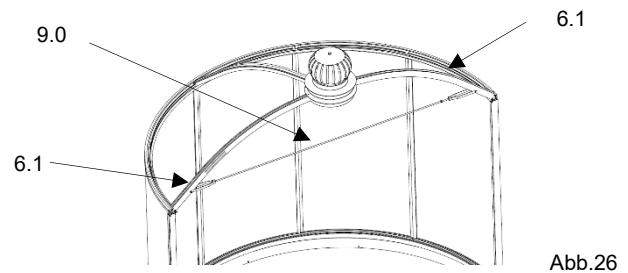

Abb.26
- die Zugstange (9.0) in den Bohrungen der beiden inneren Randsprossen (Dach) links/rechts (6.1) mit je 1x Sechskantschrauben M8x60 (D) und je 2x U-Scheiben mit je 1x Sechskantmutter M8 (E) sichern. (Abb.26/27/28,)